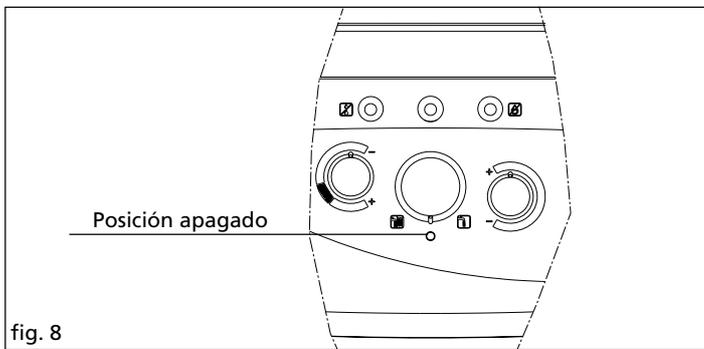

fig. 8
- colocar el selector de funcionamiento situado en el panel de mandos en la posición **O** (apagado) (fig. 8);
- volver a colocar el selector de función (fig. 8) en la función deseada.
- apagar la caldera colocando el selector de funcionamiento situado en el panel de mandos en la posición **O** (apagado) (fig. 8);